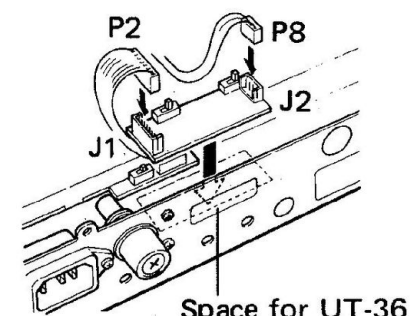

Fig. 4
- 4) Collegare P8 (3 pin) dall'UNITA' PRINCIPALE a J2 (3 pin) su UT-36. (Fig. 4)
- 5) Collegare P2 (5 pin) dall'UNITA' LOGICA a J1 (5 pin) sul UT-36 (Fig. 4)